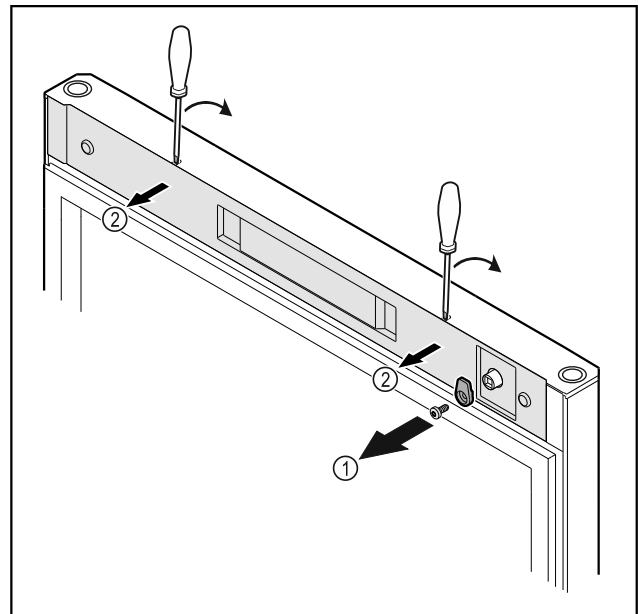

Fig. 16
- ▶ Odskrutkujte zatvárací hák Fig. 16 (1).
- ▶ Odistite kryt Fig. 16 (1) malým skrutkovačom a odoberte ho.